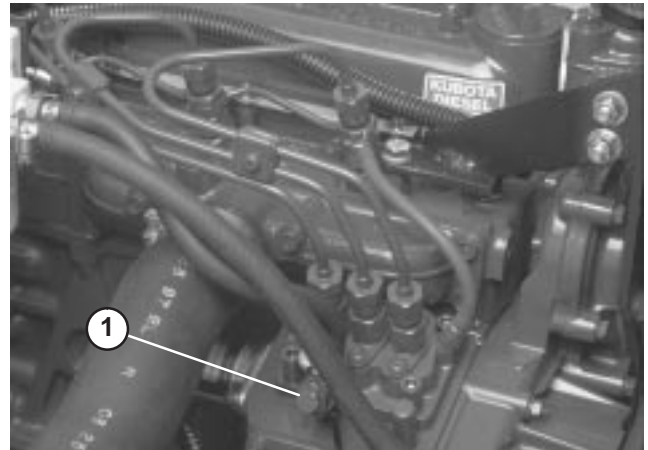

Figure 29
3. Desserrez la vis de purge sur la pompe d'injection (Fig. 29) à l'aide d'une clé de 12 mm.